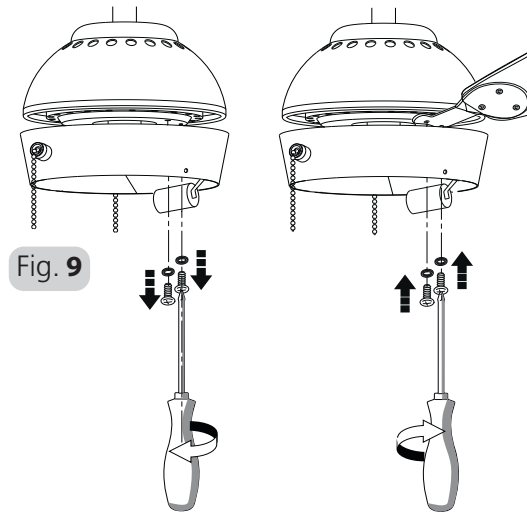

Fig. 9
6. Montieren Sie die Ventilatorschaufelsätze am Motor, indem Sie die Schrauben und Federscheiben anziehen. Siehe Abb. 9.
6. Install the fan blade sets onto the motor by tightening the screws and spring washers. Refer Fig. 9.
6. Installez les ensembles de pales sur le moteur en serrant les vis et les rondelles élastiques. Voir Figure 9.
6. Installare i gruppi delle pale ventilatore sul motore stringendo le viti e le rondelle elastiche. Vedere fig. 9.
6. Monteer de ventilatorbladensets op de motor door de schroeven en veerringen vast te draaien. Zie Fig. 9.
6. Instale os conjuntos das pás da ventoinha no motor ao apertar os parafusos e as anilhas de mola. Consulte a Fig. 9.
- Установите узлы лопастей вентилятора на двигатель, затянув винты и пружинные шайбы. См. рис. 9.
- Zamontować zestawy łopatek wentylatora na silniku, dokręcając śruby wraz z podkładkami sprężystymi. Patrz rys. 9.